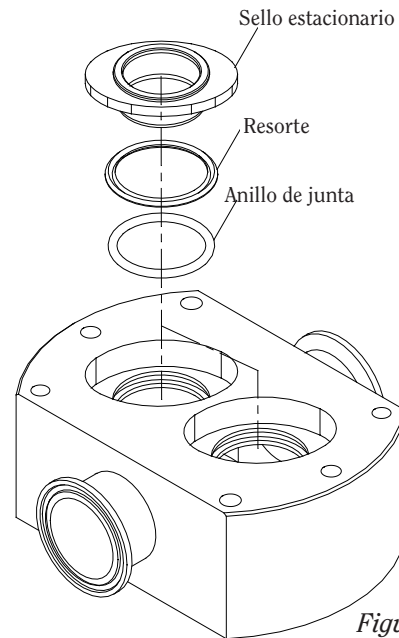
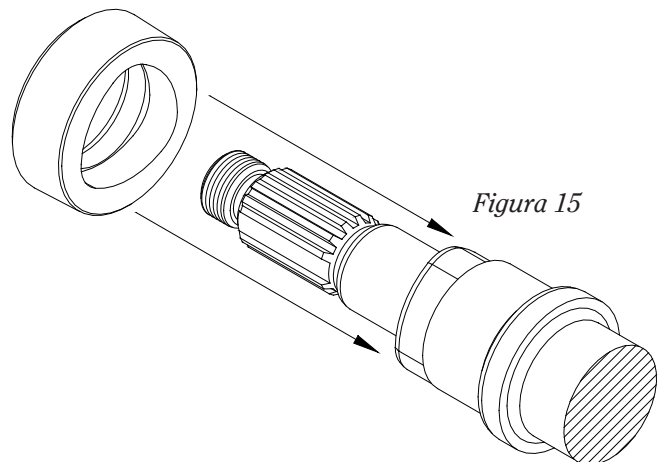

Figura 14
Figura 15
- a) Con la carcasa de la bomba colocada boca abajo en una mesa, lubrique e instale el anillo de junta del sello estacionario del frente (13) en la ranura del anillo de junta de la carcasa.
- b) Coloque el resorte del sello estacionario (33) en la cavidad del sello estacionario en la parte posterior de la carcasa (Figura 14)
- c) Utilice sus pulgares para instalar el sello estacionario frpmta; (14) en la cavidad del sello estacionario de forma ovalada en la parte posterior de la carcasa. Limpie la cara de los sellos estacionarios para quitar cualquier suciedad o aceite.
- d) Instale el sello rotatorio en el eje de la bomba (Figura 15). Nota: la parte posterior del sello rotatorio tiene un receso triangular que queda en la sección triangular del eje.